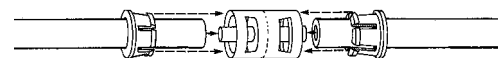

Figura 4-19b. Introduceți capetele tuburilor
7. Introduceți capetele tuburilor în conector (**Figura 4-19b**).